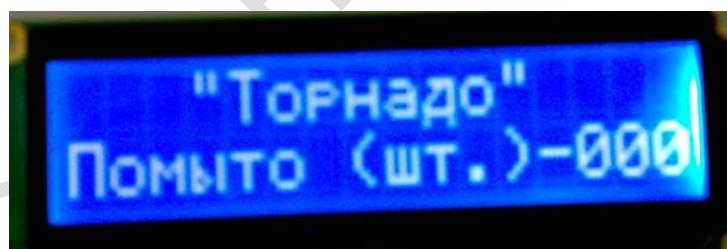

Рис. 6.2.
5.5. В ждущем режиме дисплей отображает количество помытых колес (рис.6.2). При достижении количества равного 300 колес\*\* на экране высветится надпись «Замените воду» и перестанут запускаться программы. Для обнуления счетчика и сброса сообщения необходимо, не выключая питания, нажать и удерживать кнопку «Обдув воздухом «V» до тех пор пока сообщение не пропадет (3-5с)